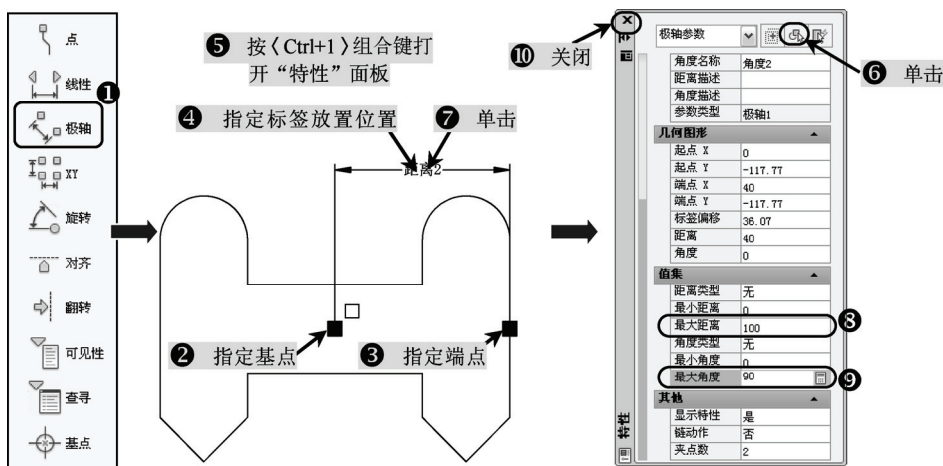

图 9-3 极轴参数操作及设置数据
4) 在“块编写选项板”中的“参数”选项卡中单击“极轴”工具按钮,提示指定基点,单击中心的单点,提示指定端点,单击右端竖直线段的中点,放置好该标签的位置;执行“特性”命令(mo),选择刚才绘制好的标签,在“集值”选项中的“最大距离”中输入“100”,在“最大角度”中输入“90”,关闭“特性”选项板,如图9-3所示。